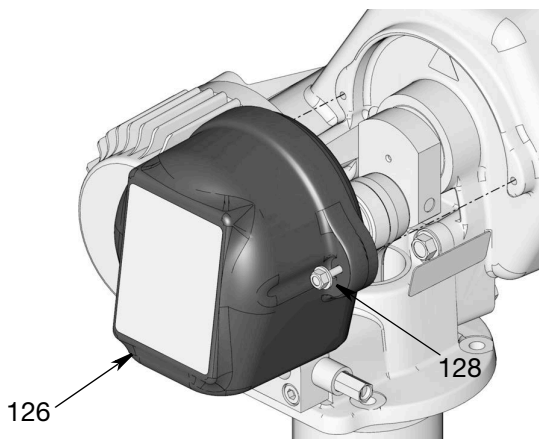

图 10
- 注入储罐前, 检查呼吸器 (J) 通风是否工作良好。
- 注入储罐前, 打开溢流孔 (H), 目视检查润滑液位。
- 注入储罐时请勿超过溢流孔 (H)。
- 7. 使用螺栓 (128) 重新装好盖子 (126)。用扳手拧紧螺栓 (图 10)。